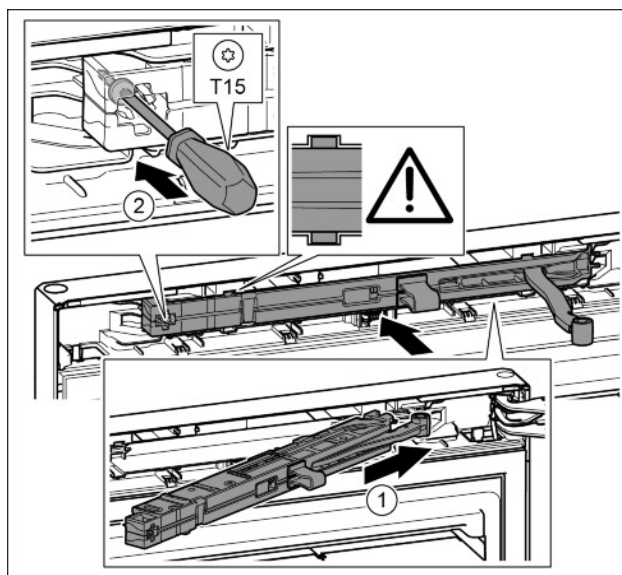

Fig. 19
- u Introduire à fond l'amortisseur de fermeture du côté du support de palier dans la rainure en l'inclinant. Fig. 19 (1)
- u Serrer la vis avec un tournevis T15. Fig. 19 (2)